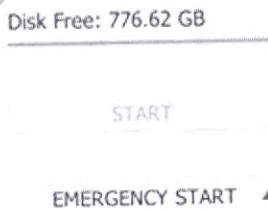

Рисунок 41 Экстренная рентгенокопия
- После загрузки окна «База данных пациента», нажмите кнопку «Emergency start» (см. Рисунок 41 Экстренная рентгенокопия)